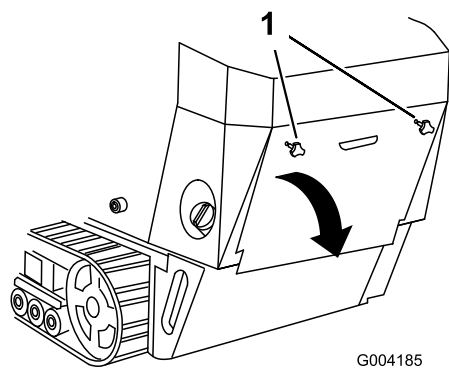

Figura 22
1. Desenrosque los 2 pomos que fijan la tapa de acceso trasera a la máquina (Figura 22).
2. Baje la tapa de acceso trasera y retírela para tener acceso a los componentes internos (Figura 22).